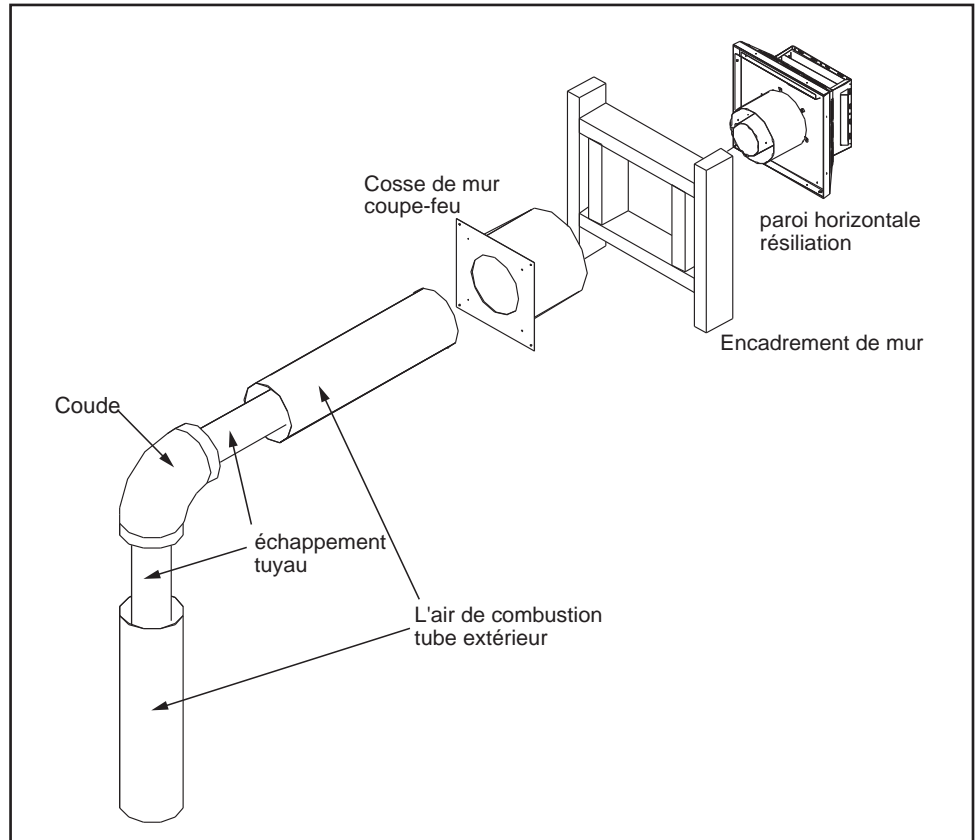

Figure 43: Terminaison de ventilation horizontale
**Étape 3.** Une fois le tuyau correctement positionné et fixé au foyer, marquez le mur pour un trou carré de 10 pouces (25,4 cm) x 10 pouces (25,4 cm) (voir la figure 43). Le centre du trou doit correspondre à la ligne centrale du tuyau horizontal. Découpez et encadrez le trou dans le mur extérieur où l'évent se terminera. Si le mur à percer est fait d'un matériau non combustible (c.-à-d. de la maçonnerie ou du béton), un trou de 7 pouces (17,8 cm) est acceptable.